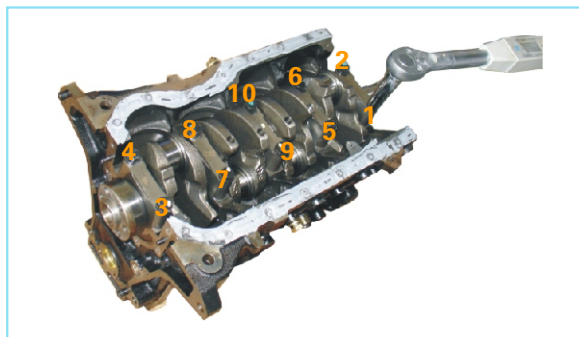

图2-70 拆主轴承盖螺栓
(1) 拆卸主轴承盖并检查油膜间隙
①先两边后中间按图示顺序分几次均匀地拧松并卸下主轴承盖螺栓（图2-70）；